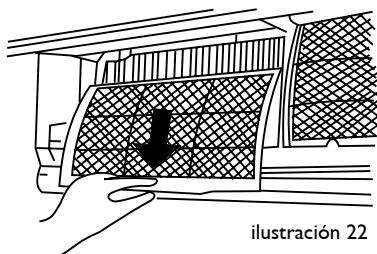

ilustración 22
3. Retire el filtro de aire de la unidad interior. (ilustración 22)